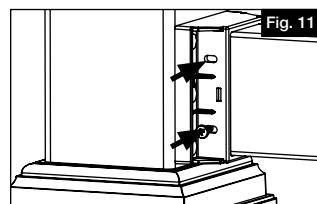

Fig. 11
- b. Enfoncer une vis no 10 x 1 po (25 mm) dans tous les avant-trous (Fig. 11).